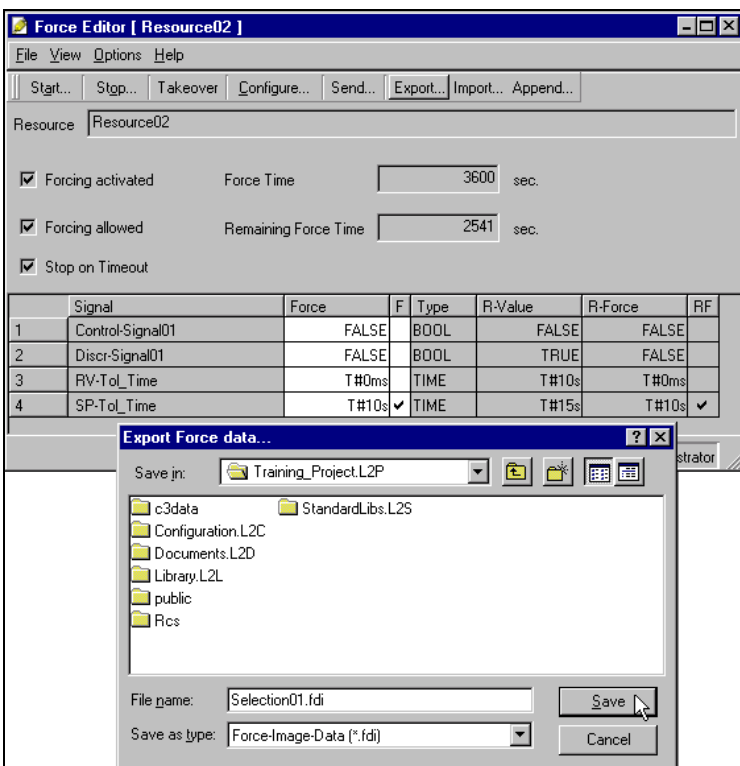

Fig. 155: Salvar a seleção de sinais (exportar)
- ☐ Selecionar **Export** e salvar estes ajustes (Fig. 155, p.145).